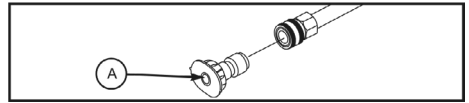

Fig. 36
- d. Utilice una aguja para liberar cualquier material extraño que obstruya o restrinja la boquilla de pulverización (Fig. 36 A).